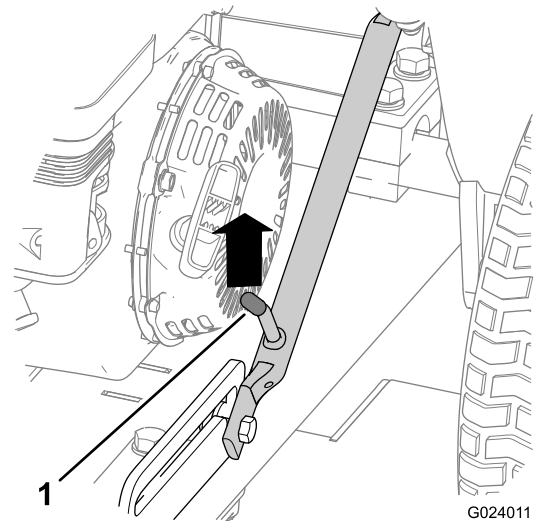

Figura 17
1. Empurre a estrutura de engate até desbloquear a alavanca de trinco do bloqueio de deslize (Figura 17).
5. Levante o engate (Figura 22) até a alavanca de trinco ficar bloqueada no bloqueio de deslize (Figura 17).